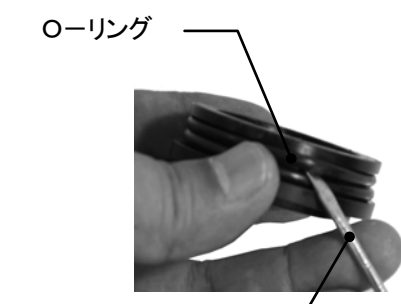

図7-12
- (5) Oリングを小さなマイナスドライバー等で外してください。スライダプッシャをずらし、内側のOリングを外してください。その後各部品をきれいなウェス等で拭いてください。(図7-12、13)